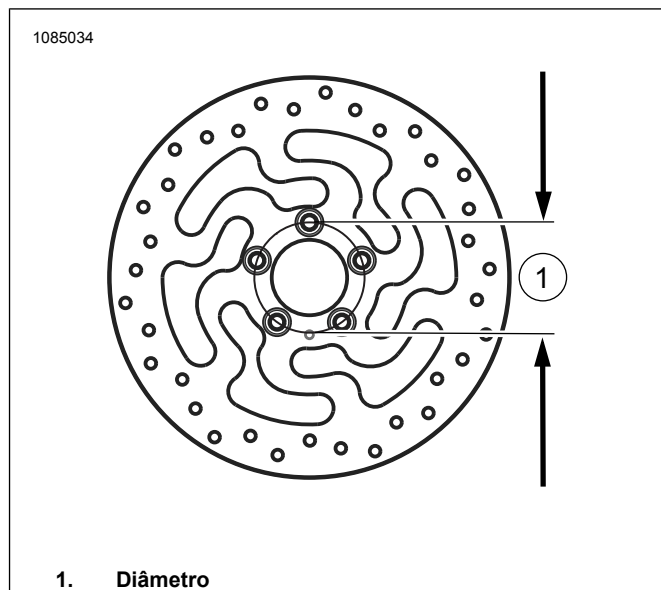

Figura 4. Diâmetro do orifício de montagem do disco
- a. Ver a Figura 4. Se o diâmetro do disco de travão dianteiro não medir 3,25 pol., descarte os discos.